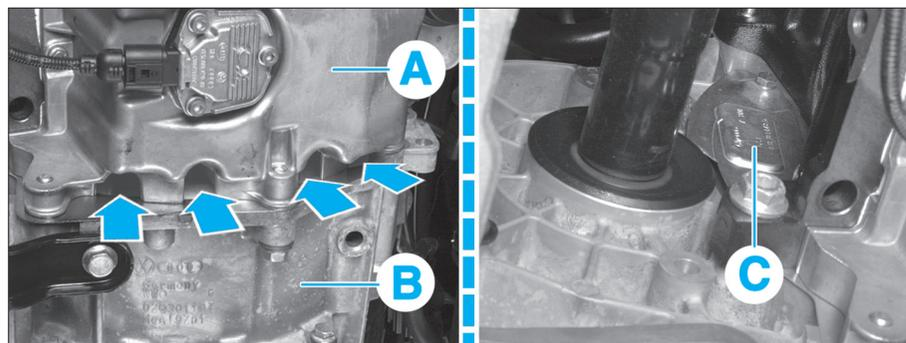

Fig. 1
Il est possible de différencier la marque de l'embrayage grâce à la forme du volant moteur (contour extérieur). Des trous ont été aménagés entre le moteur (A) et la boîte de vitesses (B) dans la partie inférieure du carter d'huile ou en retirant la tôle de protection (C) (Fig.1).